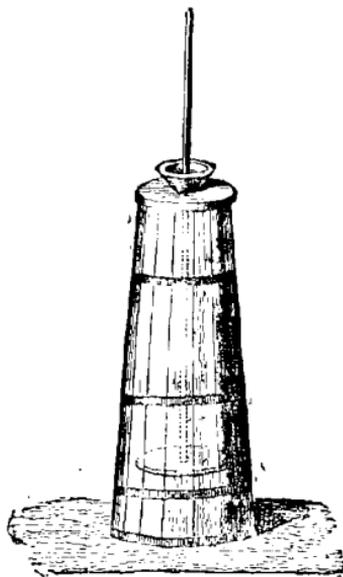

FIG. 88. — Baratte.
**Barattage.** — Le battage de la crème ou du lait se fait dans des appareils auxquels on donne généralement le nom de *barattes*; aussi est-il souvent désigné sous le nom de *barattage*. Leur forme varie d'une contrée à l'autre. La baratte qui est le plus généralement employée se compose d'un vase conique de bois (fig. 88) que l'on peut fermer avec une rondelle plate, percée d'un trou assez grand pour permettre à un bâton d'y glisser avec facilité. Ce bâton, qu'on appelle *batte-beurre*, *baraton* ou *piston*, porte à sa partie inférieure un disque de bois percé de trous. La personne chargée de battre la crème l'introduit dans l'appareil et, en donnant un mouvement de va-et-vient vertical au baraton, elle force le liquide à se diviser, en passant à travers les trous du disque, et les globules gras-seux à se souder entré eux.